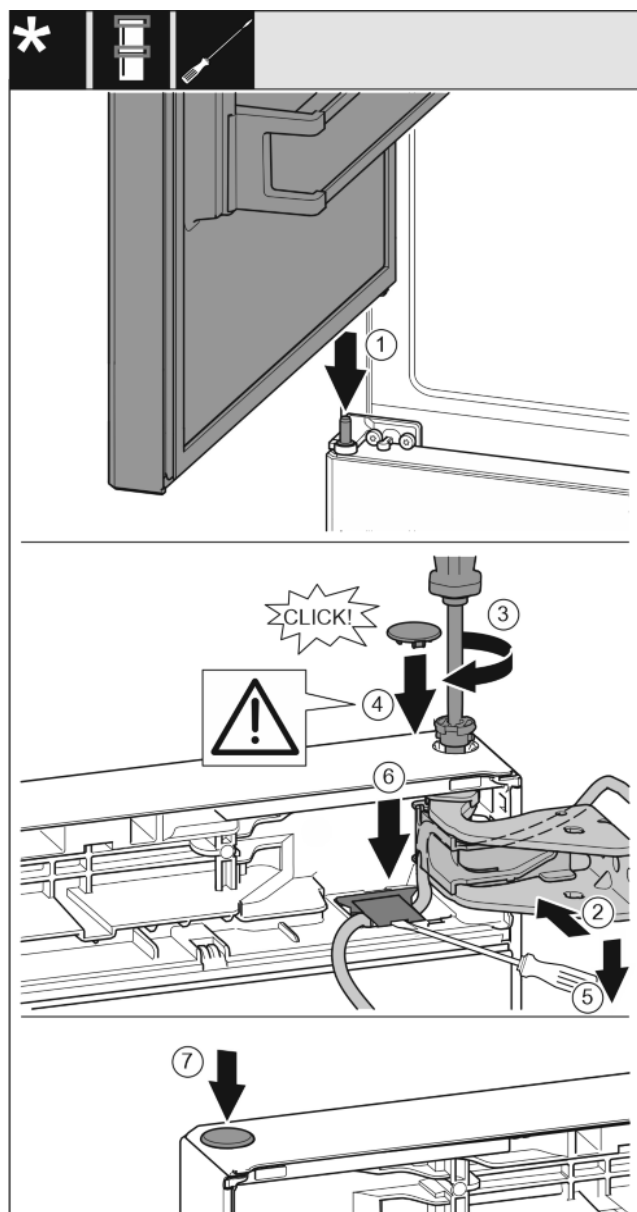

Fig. 33
- Zgornja vrata postavite na srednji ležajni sornik Fig. 33 (1)
- Vrata zgoraj naravnajte k odprtini v ležajnem podstavku. Fig. 33 (2)
- Vstavite sornik in ga privijte z izvijačem T15. Fig. 33 (3)
- Montirajte varovalni pokrov za varovanje vrat: Vstavite varovalni pokrov in preverite, če se nalega na vrata. V nasprotnem primeru sornike vstavite v celoti. Fig. 33 (4)
- S ploščatim izvijačem dvignite pokrov in ga izvlecite. Nato vstavite kabel pod njim. Fig. 33 (5)
- Vstavite pokrov in ga potisnite navzdol, da se zaskoči. Fig. 33 (6)
- Vstavite čep. Fig. 33 (7)